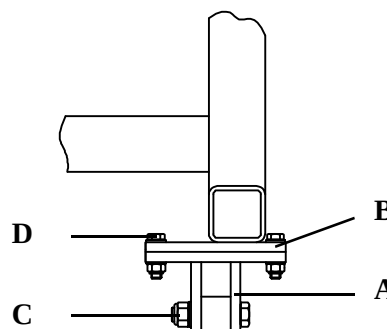

fig. 8
-Connect each of the four tilt hinges (*fig. 8/A*) to each of the machine supports (*fig. 8/B*). The four hinges are identical. When assembling, each wheel's shaft must remain in cross position (*fig. 8/C*). Mounting screws (*fig. 8/D*): **M.14x55**.
-Fijar las cuatro charnelas (*fig. 8/A*) del basculante a los apoyos de la máquina (*fig. 8/B*). Las cuatro charnelas son iguales. Deben montarse de forma que el eje (*fig. 8/C*) de cada una de las ruedas quede en posición transversal. Tornillos de fijación (*fig. 8/D*): **M.14x55**.
-Fixer les quatres charnières (*fig. 8/A*) du basculant aux bases de la machine (*fig. 8/B*). Les quatre charnières sont identiques. Il faut les monter de façon que l'axe (*fig. 8/C*) de chacune des roues soit en position transversal. Vis de fixation (*fig. 8/D*): **M.14x55**. Pour éviter des désalignements des bases de scellement, faire attention à l'alignement des bords des charnières avec les bords des supports de la machine.
-Join the beams and the fixed frame following **fig. 8**. Mounting screws (**fig. 10/E**): M14.
-Assembler les traverses et le châssis fixe suivant **figure 8**. Vis de fixation (**fig. 10/E**): M14.